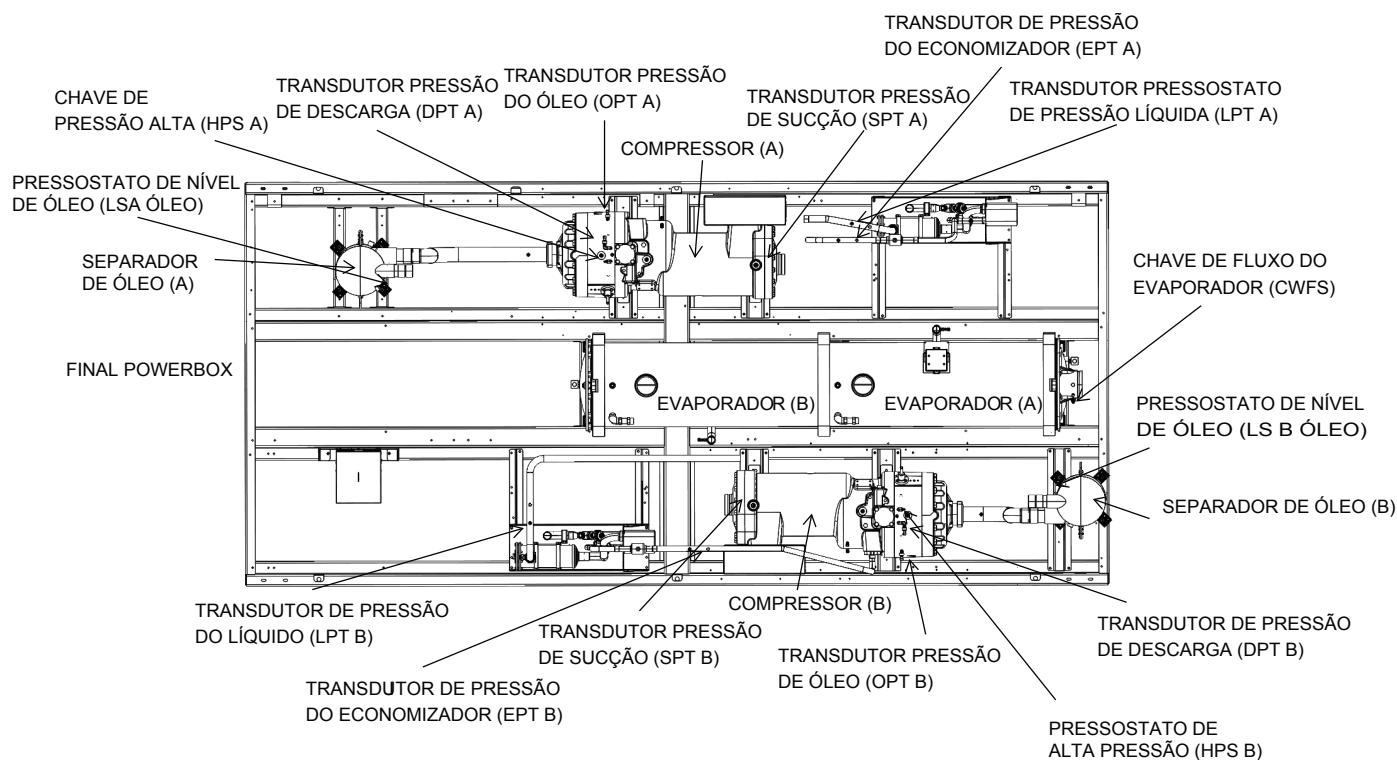

Fig. 60 — Localização dos transdutores e comutadores
2. O motor da válvula de expansão é hermeticamente fechado dentro da parte superior da válvula. Veja a Fig. 60. Desconecte o bujão da EXV. Desparafuse cuidadosamente a parte do motor do corpo da válvula. O operador da EXV sairá com a parte do motor do dispositivo. Reconecte o bujão da EXV.
3. Digite a etapa de teste EXV apropriada no modo Teste (**Menu Principal** → **Tabela de Teste Rápido**). Localize o parâmetro desejado para as EXVs principais: Posição EXV Circuito A, Posição EXV Circuito B ou EXVs Economizadores: Circuito A Posição Eco EXV, Circuito B Posição Eco EXV. Mude a posição para 100%. Observe o funcionamento do parafuso guia. Veja a Fig. 60. O movimento do atuador do motor deve ser suave e uniforme da posição totalmente fechada para a totalmente aberta. Selecione 0% e marque a operação aberta para fechada. Se a válvula estiver conectada corretamente ao processador e recebendo sinais corretos, e ainda não funcionar como descrito acima, a parte do motor vedada da válvula deve ser substituída.